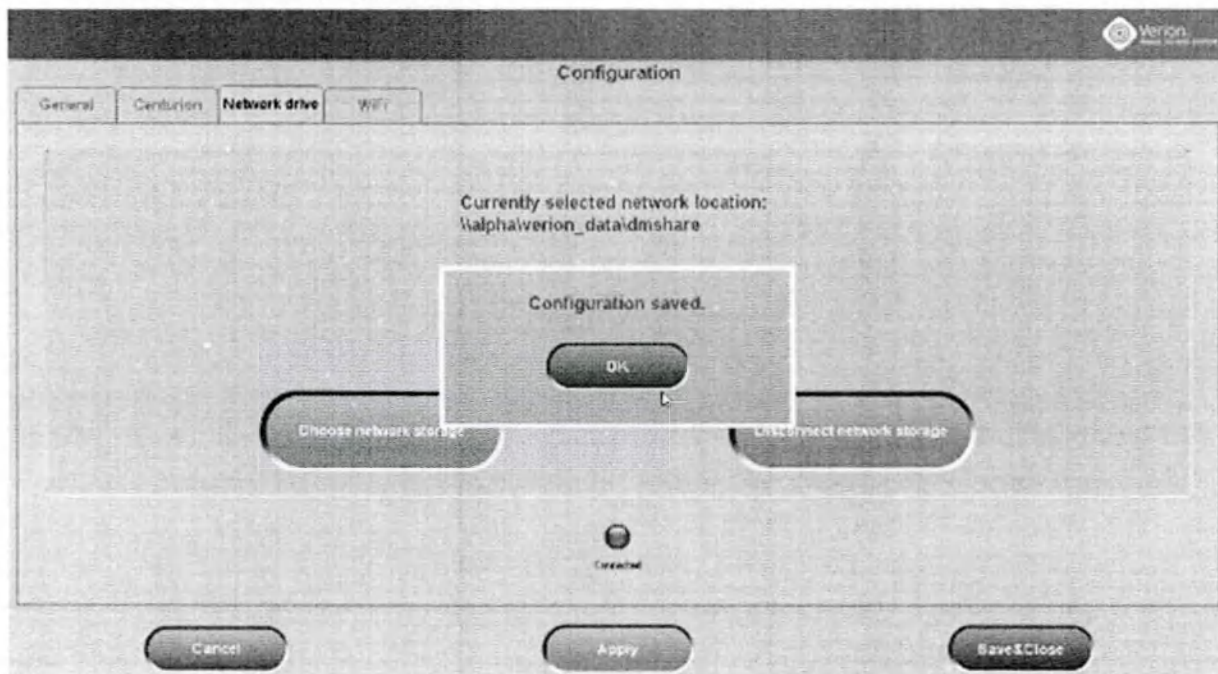

Рисунок 50. Подключенный сетевой диск и индикатор состояния соединения
- Происходит проверка учетных данных и, если они правильные, индикатор состояния соединения изменяет свой цвет с серого на зеленый, и отображается заданный сетевой путь (Рисунок 50).